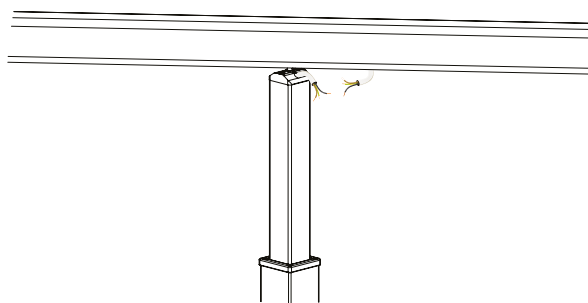

Fig. 16. Connexion des câbles
- Si vous n'avez pas d'éclairage LED, poteau réglable électriquiquement, procédez à l'installation du profil C16 dans la coulisses. 7.1 Connecter les câbles dépassant du poteau avec ceux dans la coulisses (Fig. 16) Enfoncez les câbles dans la coulisses et couper le profil C16 à la bonne dimensions (Fig. 17.)